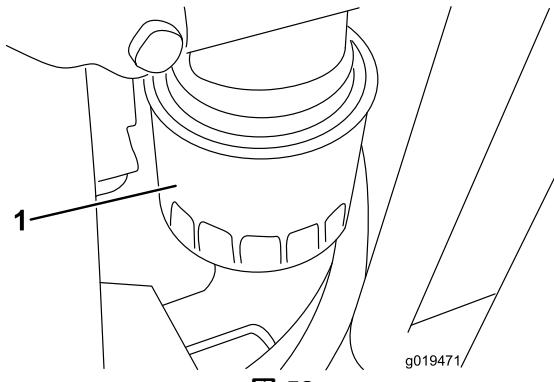

図 58
2. オイルフィルタ図 58 を外す。新しいフィルタのシールに薄くエンジンオイルを塗って取り付ける。締めすぎないこと。